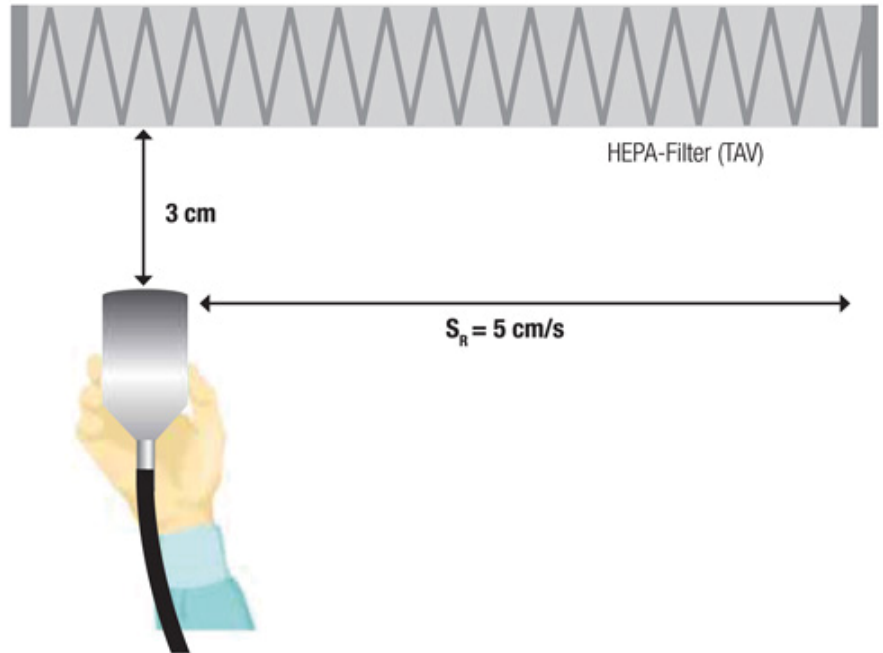

Abbildung 5: Abstand der Probenahmesonde zum Filter und Scangeschwindigkeit (Quelle: Testo industrial services).
- Entsprechend Abb. 5 ist die Probenahmesonde senkrecht ca. 3 cm unter dem Filter zu halten.